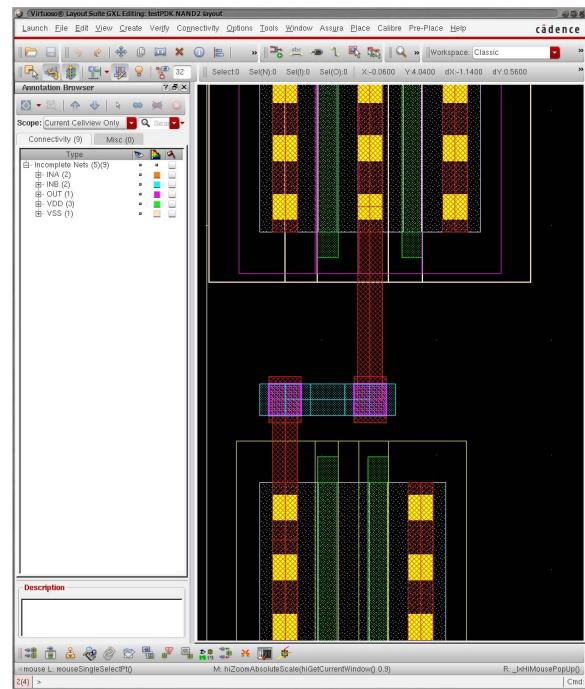

図 50: 配線レイヤの乗り換え その 2
7. 以上の手順で、図 50 に示すように、一度 METAL2 に乗り換えて OUT 配線を接続する。